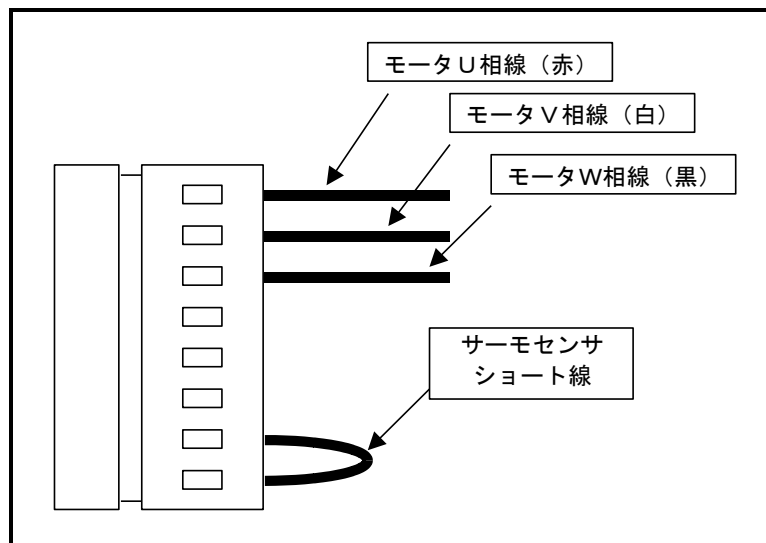

図 A-27：出荷時のモータケーブル接続状態
- (1) 現状のモータケーブルが「図 A-27：出荷時のモータケーブル接続状態」の状態であることを確認します。